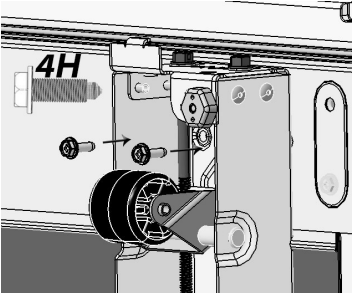

Fig. 5
- c. Con los pernos 4H del paso 1, ajuste la parte frontal del conjunto nivelador al refrigerador/ congelador con un llave para tuercas de 5/16" (Fig. 5).